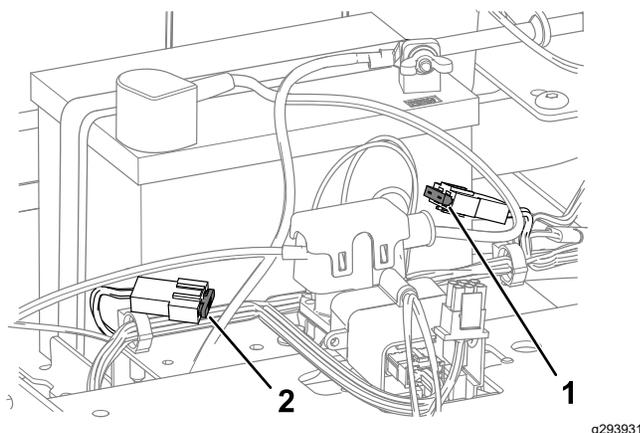

Figura 52
4. Per sostituire un fusibile, tiratelo ed estraetelo dall'attacco (Figura 52).